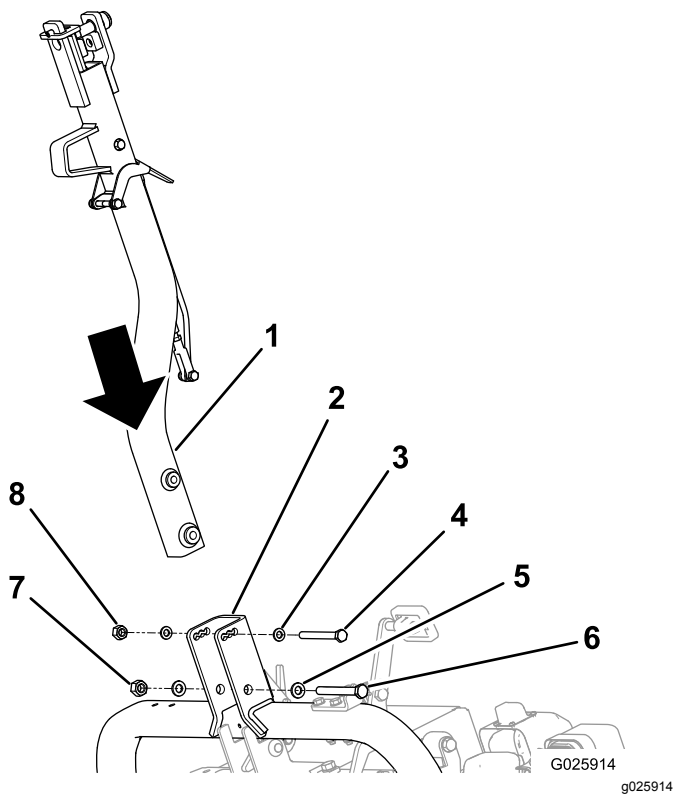

Figura 5
2. Sujete la barra de tracción al soporte de giro de la barra de tracción con los herrajes adecuados; consulte la Figura 5.